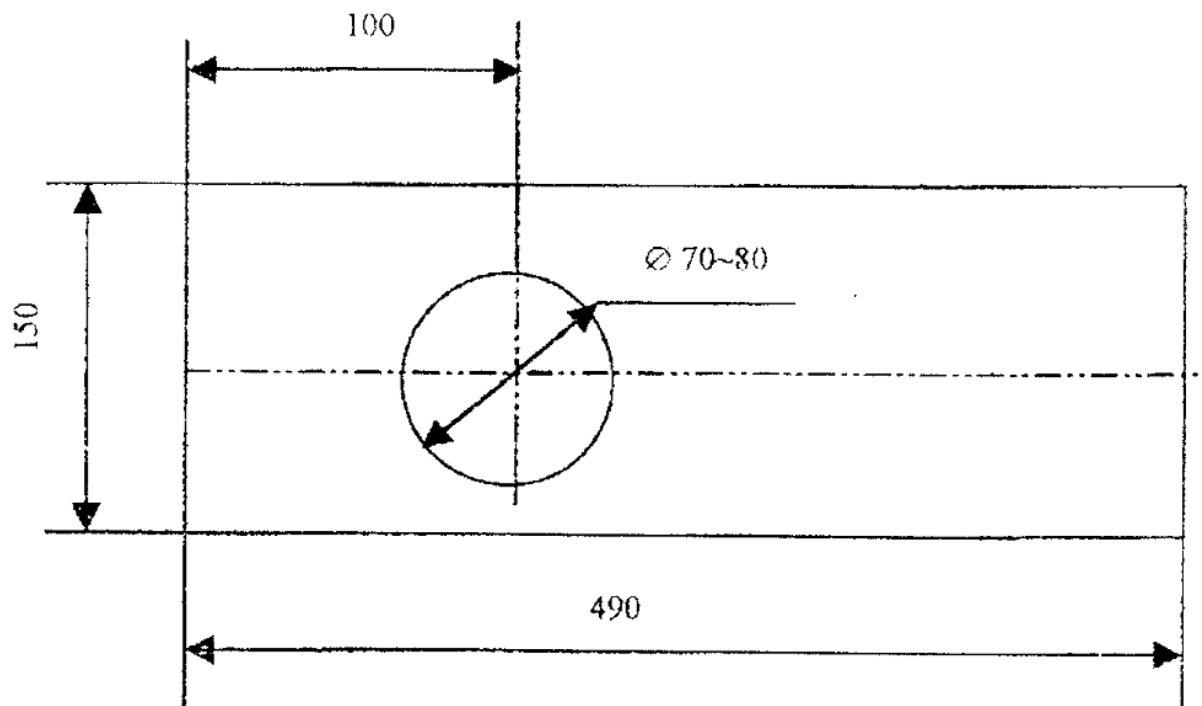

Рис. 1
- 4.2.5. После распаковывания твердомер должен быть установлен на устойчивый стол с отклонением от горизонтальности не более 1 мм/м. Необходимо просверлить отверстие в соответствующем месте стола (см. рис. 1), чтобы обеспечить возможность регулировать высоту предметного столика твердомера на максимальную высоту.